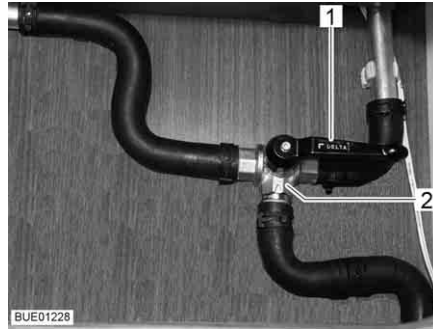

Fig. 164 Valvola a 3 vie
- Posizionare la leva (Fig. 164,1) della valvola a 3 vie (Fig. 164,2) parallela alla direzione di flusso diritta (Fig. 164).
- Posizionare la leva (Fig. 164,1) della valvola a 3 vie (Fig. 164,2) trasversale alla direzione di flusso diritta.